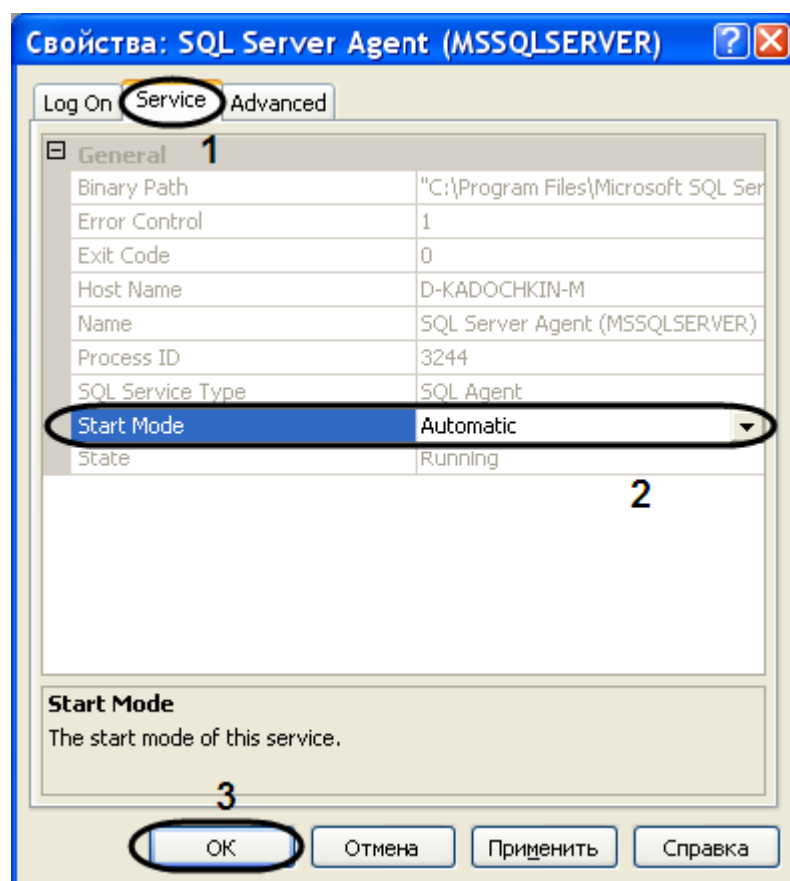

Рис. 11.3—2. Свойства "Sql Server Agent"
- 5.6. Для сохранения внесенных изменений нажать кнопку «ОК» (Рис. 11.3—2, 3).
- 5.7. В результате проделанных операций параметру «Start Mode» было присвоено значение «Automatic» (см. Рис. 11.3—1, 4).